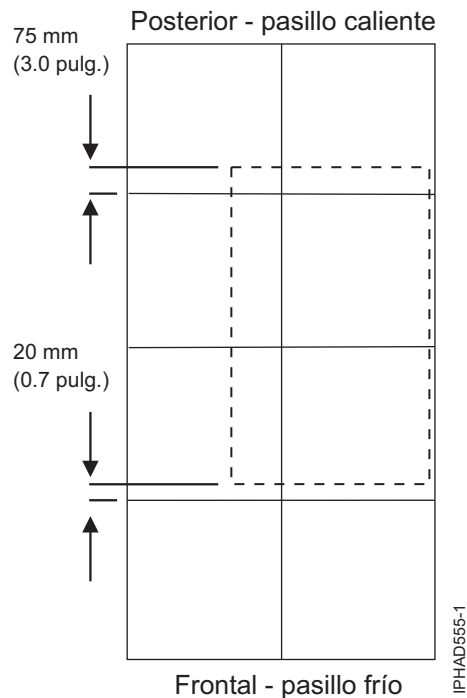
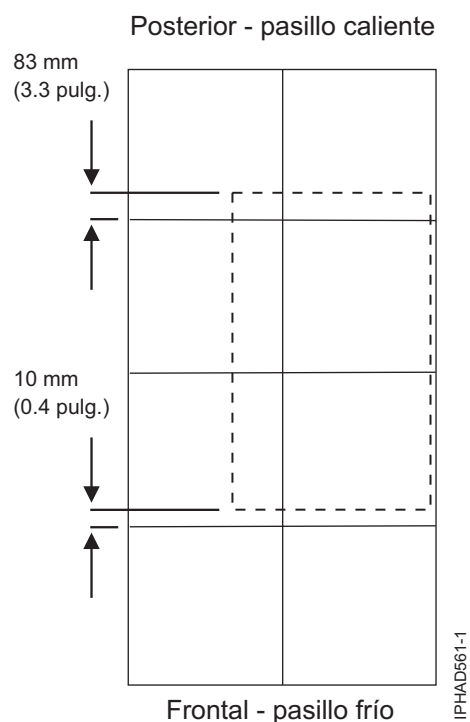

Figura 59. Colocación de bastidor para placas de 610 mm (24 pulg.)
Figura 65. Colocación del bastidor para placas de 600 mm (23,6 pulgadas)
3. Las figuras Figura 59 y Figura 65 en la página 125 sólo están destinadas a mostrar posiciones relativas y dimensiones exactas de las aberturas del suelo. Las figuras no están pensadas como plantilla de máquina y no está dibujada a escala.